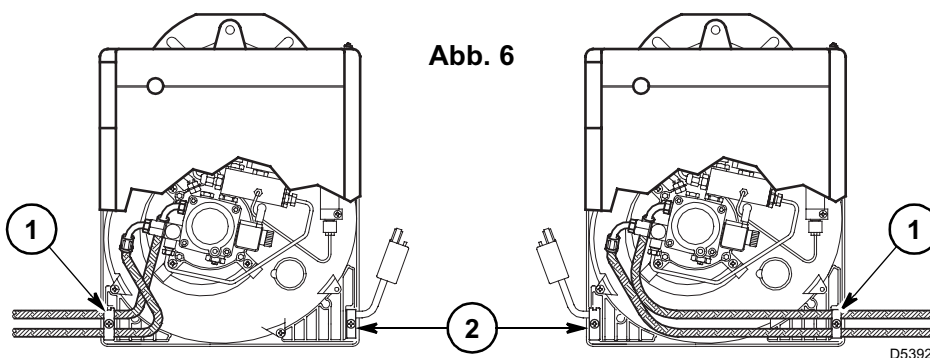

Abb. 6
Der Brenner ist zum Anschluss der Heizölversorgungsrohre auf beiden Seiten vorgerüstet. Je nachdem ob, die Rohre rechts oder links aus dem Brenner herausgeführt werden, müssen die Befestigungsplatte (1) und die Kabelklemme (2) umgedreht werden (siehe Abb. 6).